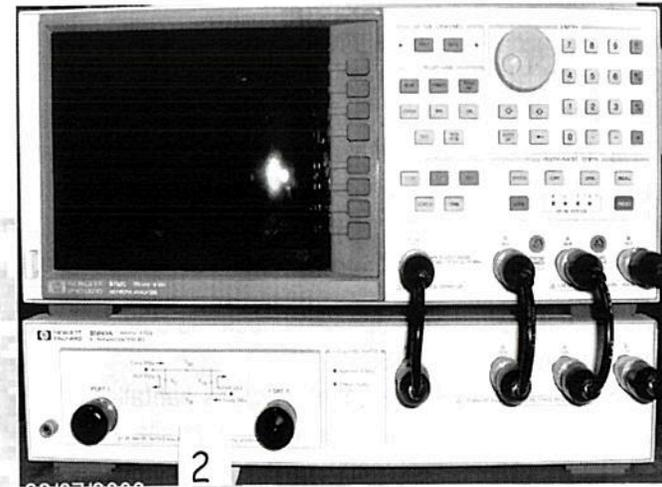
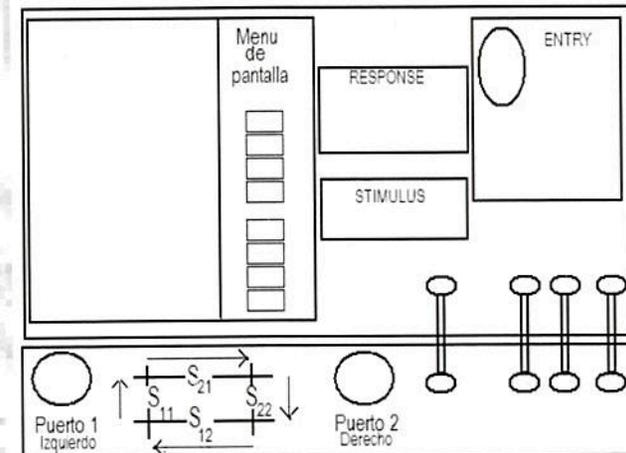

Figura No. 1
Figura No. 2
Paso 1.- Antes de encender el aparato, se deben conectar a los puertos del analizador los cables requeridos para la prueba. El aparato tiene teclas en la carátula y también en la pantalla, con las que se efectúan todas las operaciones. La Figura No. 1 muestra una fotografía del equipo y la Figura No. 2 indica las aéreas involucradas en la calibración. Se recomienda memorizarlas antes de iniciar la calibración.